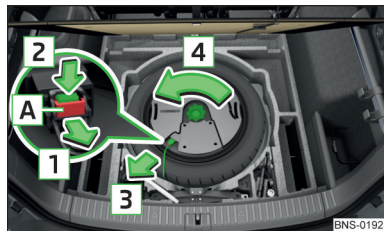

Fig. 339
- › Tirar el enclavamiento [A] en el conector en el sentido de la flecha [1] » fig. 339.
- › Atornillar la tuerca de seguridad contra el sentido de la flecha [4] hasta el tope » fig. 339.